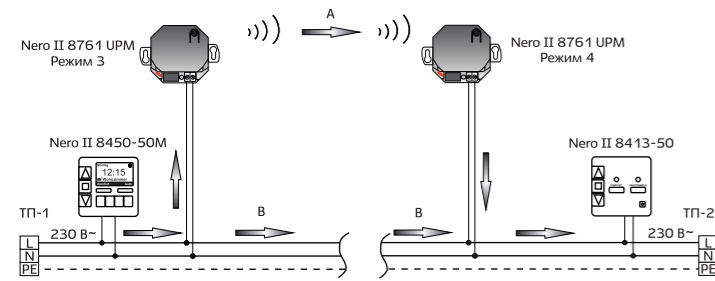

Рис. 4 - Пример реализации функции «Мост» по радиоканалу Intro II
3. Установить на принимающем транскодере Nero II 8761 UPM режим 4 (рис. 4).